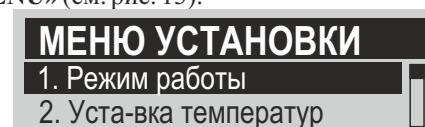

Рисунок 13
7.3.12 Меню установки. Переход в режим меню установки осуществляется с помощью клавиши «MENU» (см. рис. 13).